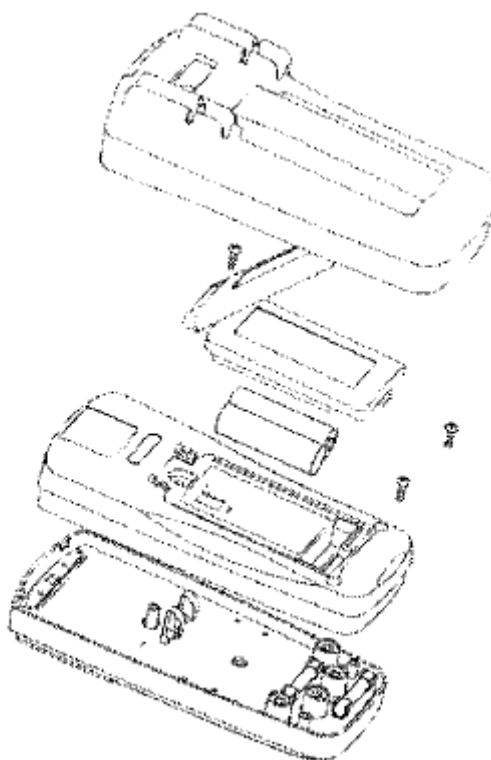

Fig. 14
B. Inlocuirea sigurantelor si a bateriilor (fig. 14)